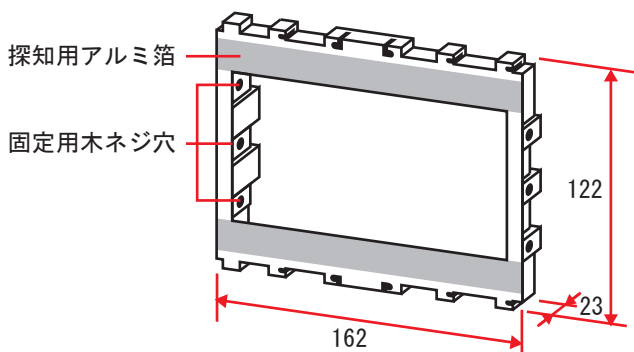

図 1 はさみ金具（例：らくワーク）
- (1) 室内リモコンを取り付ける場所を決めます。はさみ金具（例：らくワーク）の寸法に合わせて決めてください（図 1）。位置決めには、同梱のリモコン用型紙を使用してください。